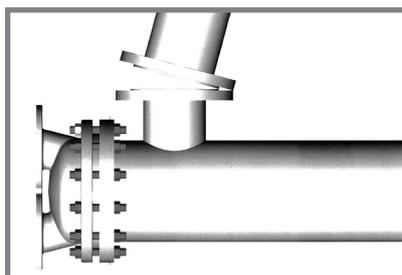

Fig. 4
4.3.4 Sistemare gli scambiatori in perfetto piano orizzontale e in squadra in modo che gli allacciamenti alle tubazioni non generino sforzi sullo scambiatore (Fig. 4).